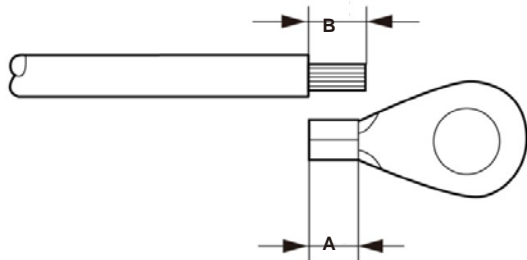

Abbildung 5.12 Geeignete Länge
3. Entfernen Sie die Isolierung des Erdungskabels auf eine geeignete Länge (siehe Abbildung 5.12).